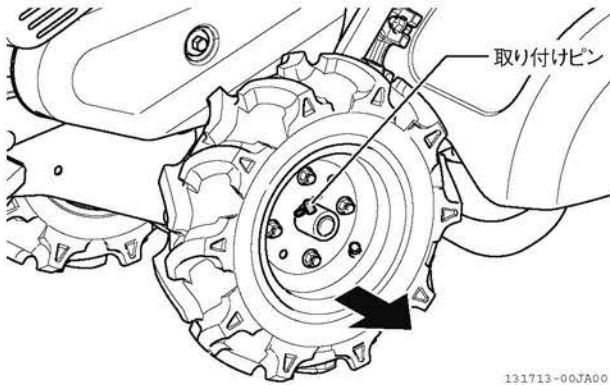

図 4-26 取り付けピン
2. 左のタイヤの取り付けピンを外して、タイヤを外側にずらします。(図 4-26)